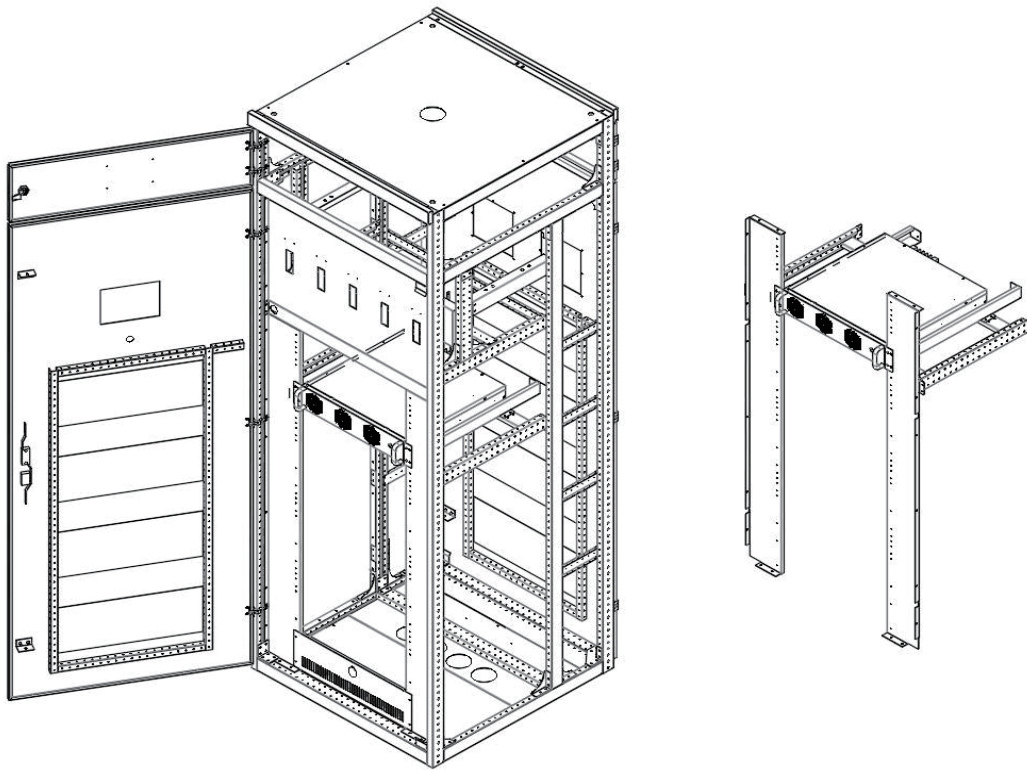

图 3-9 固定前面板和后面板接地螺孔的安装方式
a) 户内柜预留槽位，通过前面板挂耳(标配)及后面板接地螺孔固定，相关尺寸及安装方式参见图3-8、图 3-9;